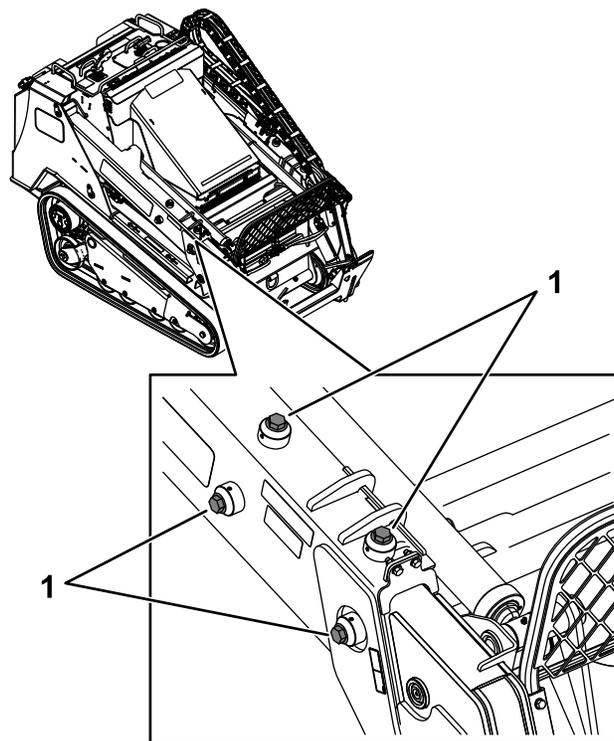

Рисунок 84
3. На каждой стреле погрузчика ослабьте установочные винты на четырех регулировочных винтах (Рисунок 84).